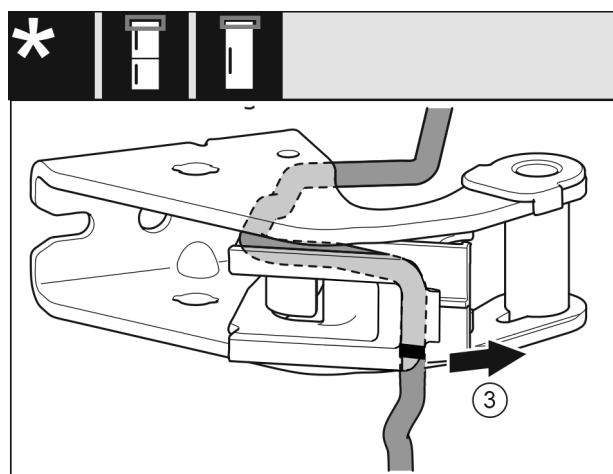

Fig. 18
- ▶ Αφαιρέστε το καλώδιο με το στήριγμα καλωδίων από το στήριγμα. Fig. 18 (3)